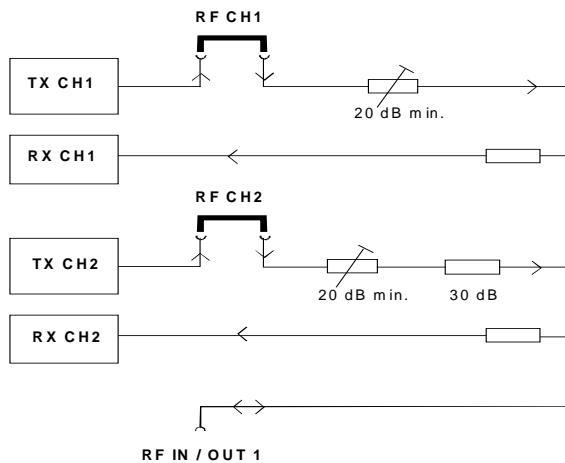

Bild 3: HF-Pfade im CRTP/C02
- Speisen Sie bei der rechten jetzt freien Buchse das SMIQ-Ausgangs-Signal ein. Es wird dann in der Analog Unit mit dem Sendersignal TX CH2 und den Empfangskanälen am Anschluß RF IN/OUT 1 zusammengekoppelt (siehe Bild 3).
Hinweis: *Ebenso wie CH 1 kann natürlich auch der RF CH 2 gefadet werden. Dabei ist zu beachten, daß die Mindest-Einfügungsdämpfung zwischen dem Einspeisepunkt des SMIQ-Signals und der Buchse RF IN /OUT 1 für CH1 20 dB, für CH2 jedoch 50 dB beträgt (siehe Bild 3). Diesen Betrag müssen Sie beim Programmieren des Ausgangspegels des SMIQ berücksichtigen.*
Das im Bild 3 dargestellte variable Dämpfungsglied im Fading-Pfad soll auf Minimum eingestellt werden.